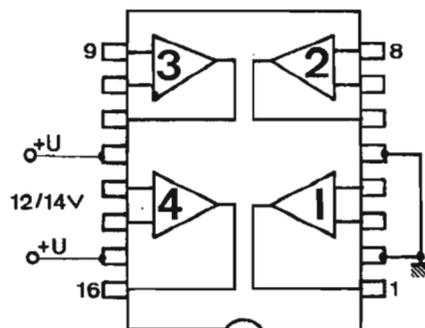

FIG. 2.
La mise au point par la société RCA du CA3052 (1) permet par sa constitution interne de disposer de quatre circuits identiques (Fig. 2). Ceci est très intéressant pour la réalisation d'un ensemble stéréophonique (2 circuits pour chaque voie), l'un monté en préamplificateur pour pick-up magnétique avec correction RIAA, l'autre utilisé en commande de tonalité.
La figure 2 indique le sens de rotation des numéros de sorties des 16 pattes (8 de part et d'autre) vues côté éléments.